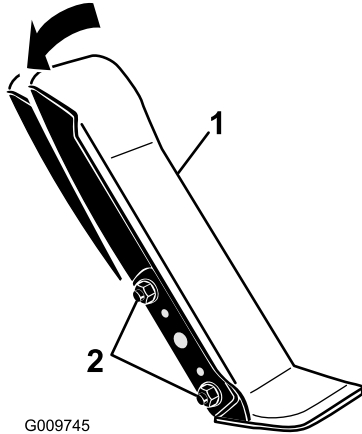

Figura 71
1. Afloje las dos tuercas y pernos que fijan el lado izquierdo del pedal de tracción al soporte (Figura 71).
2. Ajuste el ángulo del pedal y apriete las tuercas (Figura 71).